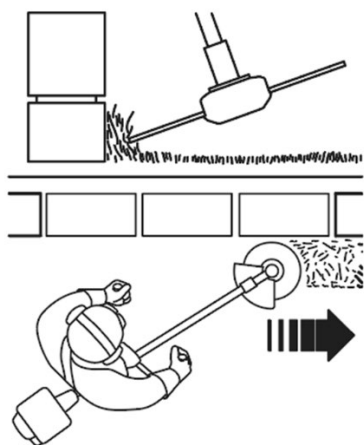

Рисунок 14. Схема скошування трави вздовж перешкод.
3. Під час скошування косу рухати повільно (рис. 14), якомога ближче до перешкоди так, щоб жилка не торкалася перешкоди.